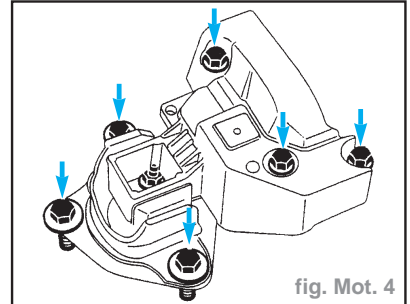

fig. Mot. 4
- Déposer le coffre de suspension pendulaire (fig. Mot. 4).